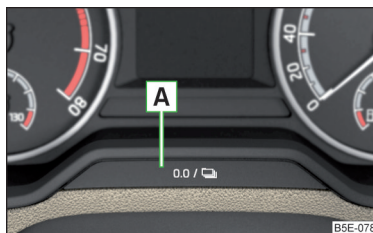

Fig. 46
- Appuyez sur la touche **A** > fig. 46 et maintenez-la enfoncée jusqu'à ce que **Service** s'affiche sur l'écran.